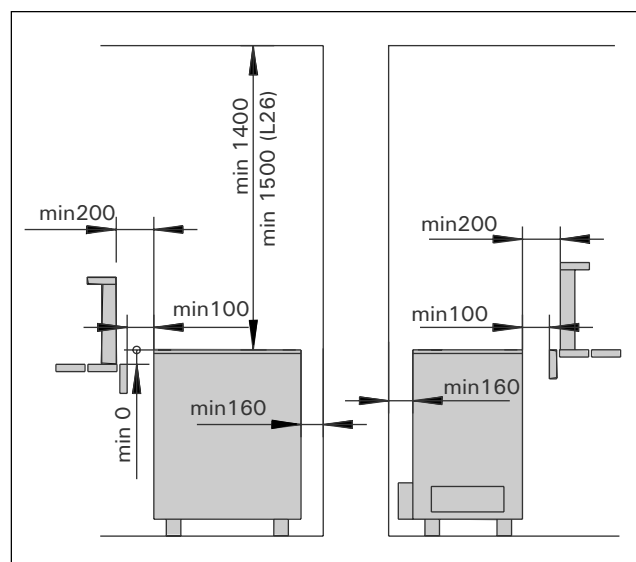

рис. 3 Расстояния безопасности
- При расположении каменки выполняются условия минимальных расстояний, изображенных на рис. 3 и указанных в таблице 1.
При установке каменки необходимо учитывать минимальные расстояния до горючих материалов. См. табл. 1 и рис. 3.
При установке защитного ограждения вокруг каменки следует соблюдать расстояния, указанные на рис. 3.